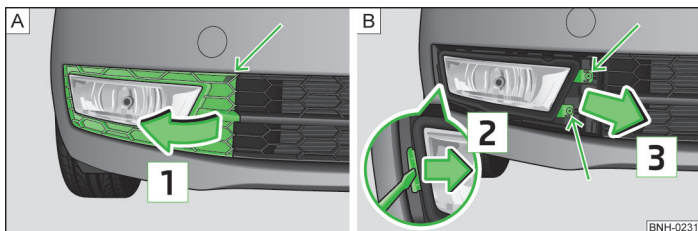

Abb. 172 Vordere Stoßfänger: Schutzgitter / Ausbau des Nebelscheinwerfers
- › Das Schutzgitter im Pfeilbereich » Abb. 172 - mithilfe des Bügels zum Abziehen der Radvollblenden » Seite 180, *Bordwerkzeug* lösen.
- › Das Schutzgitter in Pfeilrichtung » Abb. 172 abnehmen.
- › Die mit Pfeilen gekennzeichneten Schrauben » Abb. 172 - herausschrauben1).
- › Bei erneutem Einbau den Nebelscheinwerfer entgegen der Pfeilrichtung » Abb. 172 einsetzen und festschrauben.